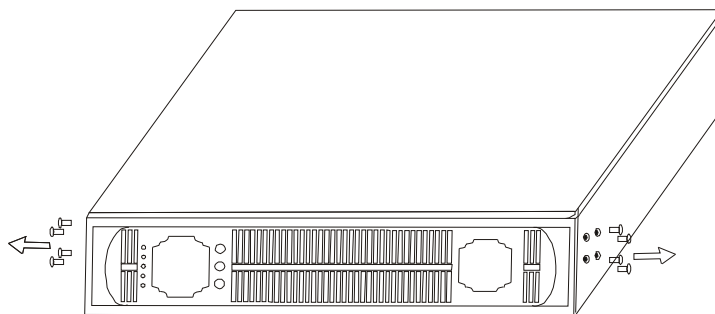

Рис.3-5
2. Снимите 4 винта М4\*8 с обеих сторон ИБП (см. рис. 3-5)